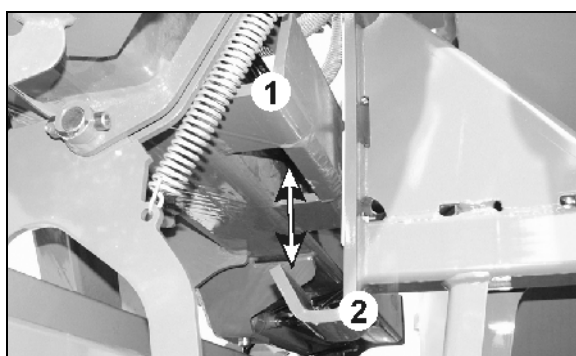

Bild 108
- Sidosektionerna (Bild 108/1) lyfter ur transportspärren (Bild 108/2).